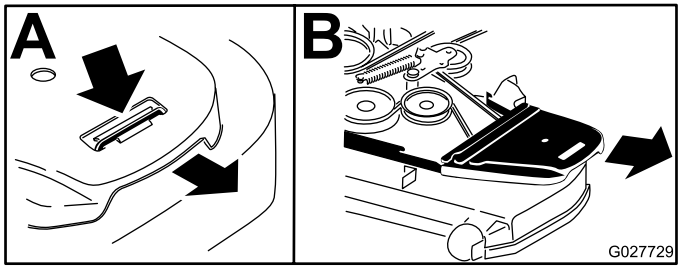

Figure 86
4. Retirez les couvercles de courroie (Figure 86).